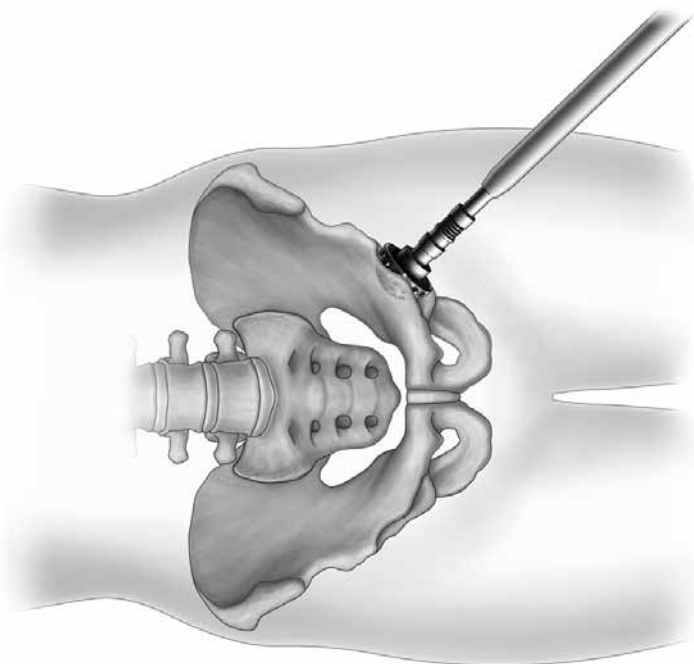

Abb. 1
Schritt 3: Beim ersten Fräsen könnte noch etwas mehr in mediale Richtung gezielt werden. Im weiteren Verlauf sollte allerdings unbedingt in 45° Inklination und ca. 20° Anteversion gefräst werden (Abb. 1).